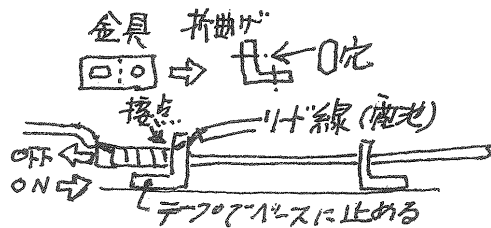

図9
- ② 接点受けをベース表面にセロテープで止め、一方の接点受けを接点にする。(図9)